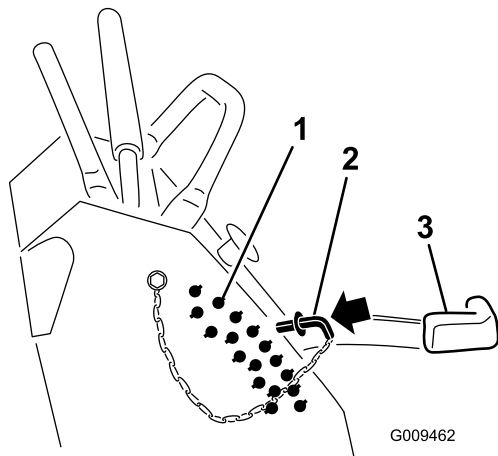

図 28
2. 刈り高ブラケットについている穴から、希望する刈り高に対応する穴を見つけ、その穴にピンを通す（図 28）。
3. 刈り高レバーをピンまで下げる（図 28）。